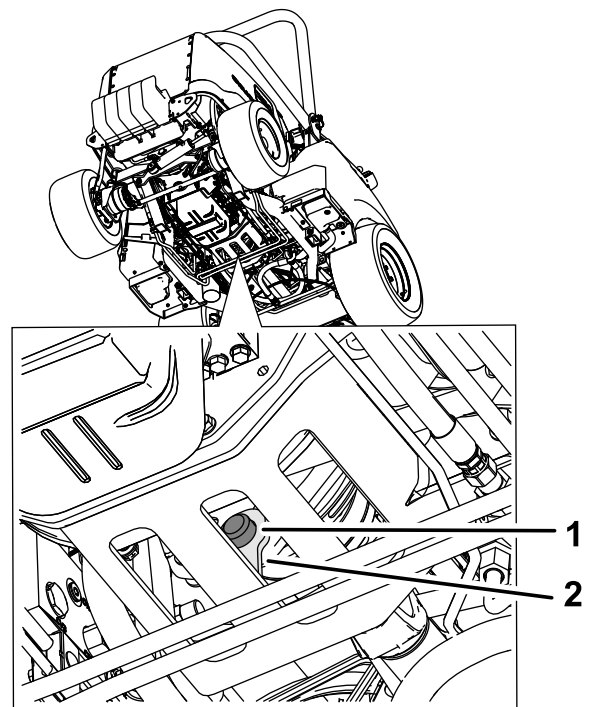

Figura 80
3. Retire el tope de goma del retenedor metálico y el embrague (Figura 80).